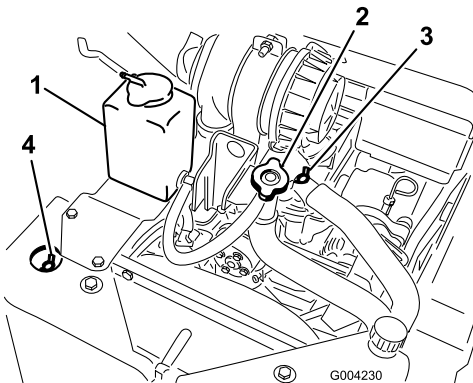

Bild 20
- A. Nehmen Sie den Verschlussdeckel ab (Bild 20).
- B. Öffnen Sie das vordere und obere Entlüftungsventil für das Kühlmittel (Bild 20).
- C. Füllen Sie Kühlmittel in den Einfüllstutzen ein, bis das Kühlmittel aus dem vorderen Entlüftungsventil für das Kühlmittel tritt (Bild 20).
- D. Schließen Sie das vordere Entlüftungsventil für das Kühlmittel (Bild 20).
- E. Füllen Sie Kühlmittel in den Einfüllstutzen ein, bis das Kühlmittel aus dem oberen Entlüftungsventil für das Kühlmittel tritt (Bild 20).
- F. Schließen Sie das obere Entlüftungsventil für das Kühlmittel (Bild 20).
- G. Füllen Sie Kühlmittel in den Einfüllstutzen, bis der Kühlmittelstand am Einfüllstutzen liegt (Bild 20).
- H. Setzen Sie den Verschlussdeckel auf (Bild 20).
- I. Füllen Sie Kühlmittel in das Ausdehnungsgefäß, bis der Stand an die Voll-Linie an der Seite des Behälters liegt (Bild 20).